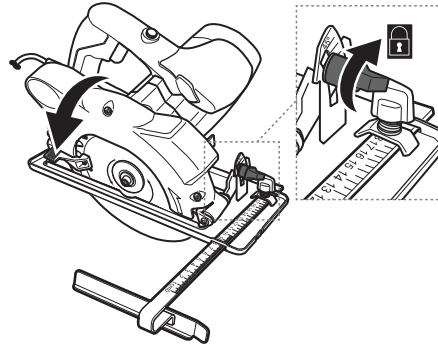

Fig. 8
- > Verrouillez la molette de fixation [10a] pour fixer l'angle choisi (Fig. 8).